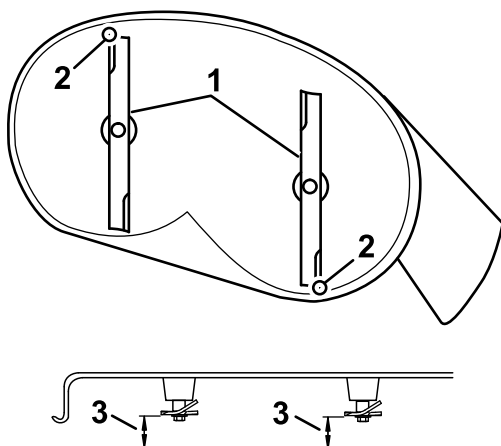
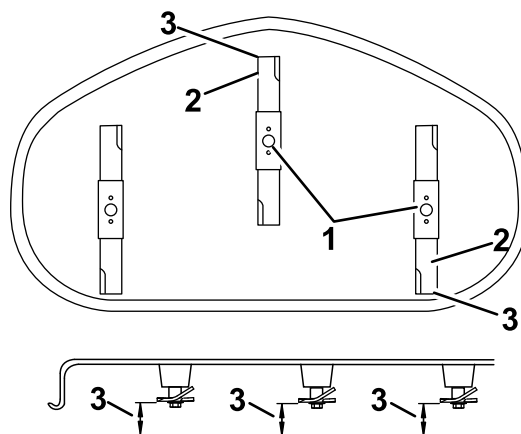

Figura 66
Figura 67
- Rode cuidadosamente as lâminas para que estejam da frente para trás (Figura 66).
- Meça da ponta da lâmina da frente até à superfície plana e da ponta da lâmina de trás até à superfície plana (Figura 66 ou Figura 67).